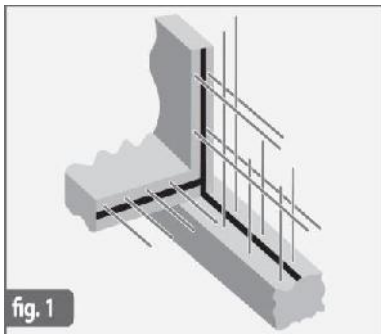

fig. 1
- Imbinarile orizontale sau verticale dintre elementele din beton (fig. 1), cum ar fi :